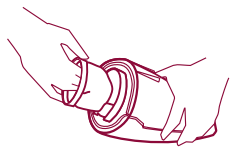

Fig. 11
- Trekk ut filteret. (fig. 11)